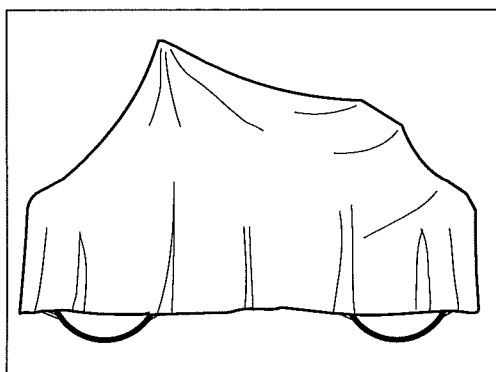

Fig. 41 Väderskyddad vält
- * Fäll över instrumentskyddsplåten på styrpelaren. Täck över hela välten med en pressening. OBS. presseningen måste sluta en bit över marken, (se fig. 41). Förvara om möjligt välten inomhus, och helst i lokal med jämn temperatur.